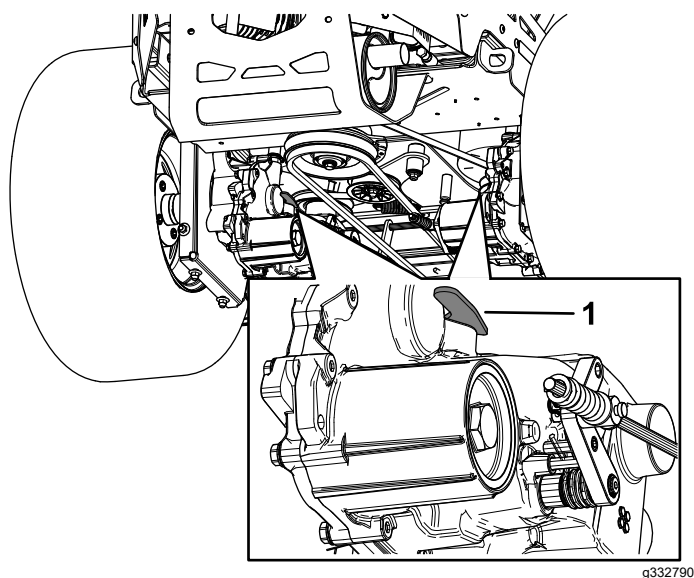

Figure 35
3. Pour pousser la machine, déplacez les deux leviers de dérivation en avant et bloquez-les en position (Figure 35).
5. Pour utiliser la machine, déplacez les leviers de dérivation en arrière et bloquez-les en position (Figure 35).